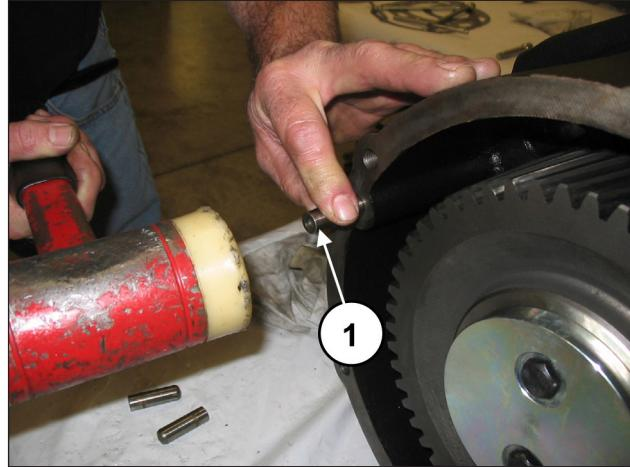
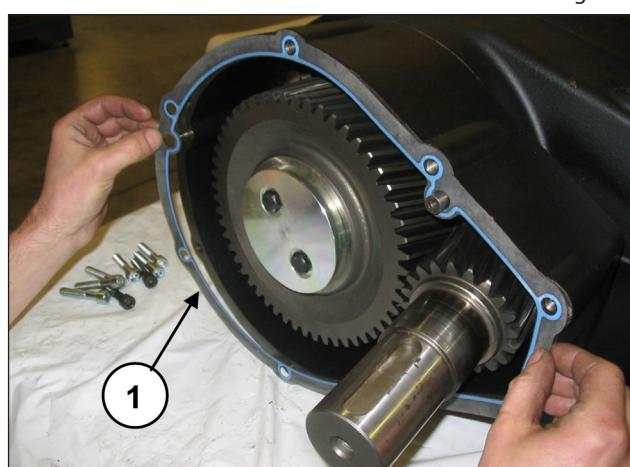

Fig. 64
Fig. 65
Appicare le 3 spine Ø12x40 alla scatola riduttore (pos. ①, Fig. 64) e inserire la guarnizione (pos. ①, Fig. 65).